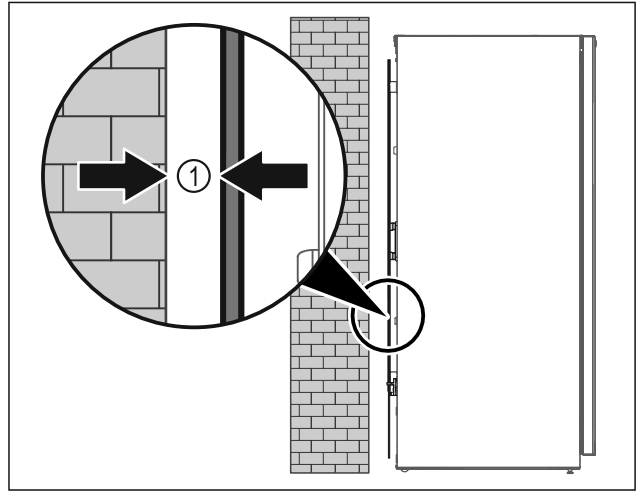

Fig. 9
- ▶ Τοποθετήστε τη συσκευή είτε ελεύθερη στον χώρο είτε απευθείας σε έναν τοίχο σε ελάχιστη απόσταση 5 mm Fig. 9 (1).